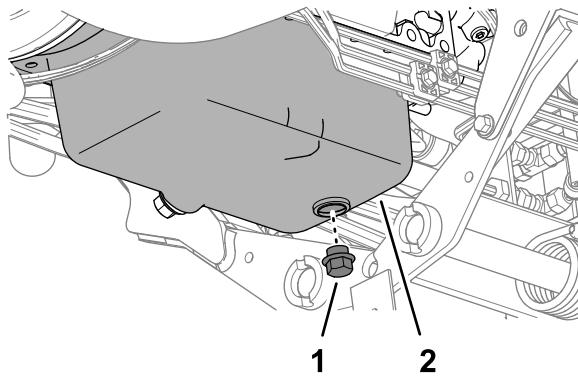

Figura 69
4. Retire el tapón de vaciado (Figura 69) y deje que se vacíe el aceite en el recipiente.